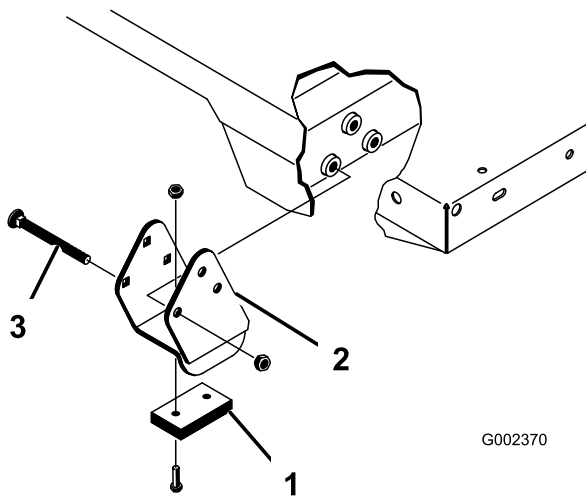

図 32
注 スペーサブラケットとウェアブロック（図 32）はキャリッジボルトで固定しますが、このボルトは必ず頭を機械内側に向けてください。
- 荷台を慎重に車両フレームの上に乗せる； 後部にある荷台のピボットプレートの穴とリアフレーム（チャンネル鋼材）の穴を揃えて、クレビスピンとリンチピン（各2個）を取り付ける（図 32）。
- 荷台を下げた状態のまま、各シリンダロッド端部を荷台取り付けプレートのスロットに固定する； クレビスピンとリンチピンを使用。クレビスピンは荷台の外側から差し込み、リンチピンが荷台の外側に向いているようにする（図 32）。後ろ側のスロットはフルサイズ荷台の取付け用で、前側のスロットは2/3荷台の取付け用。